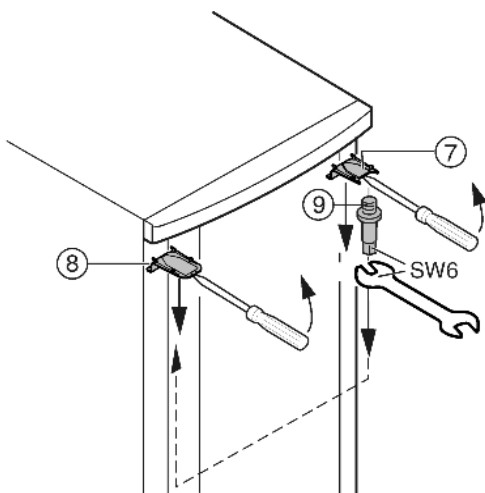

Fig. 7
- ▶ Oben Abdeckung Fig. 7 (7) und Abdeckung Fig. 7 (8) mit einem Schraubendreher vorn ausrasten und schräg nach unten entfernen.
- ▶ Lagerbolzen Fig. 7 (9) herausdrehen und auf der Gegenseite **fest (mit 4 Nm)** eindrehen.
- ▶ Abdeckung Fig. 7 (7) auf der Seite des Lagerbolzens wieder montieren: hinten einsetzen, vorn einrasten.
- ▶ Abdeckung Fig. 7 (8) auf der Gegenseite montieren: hinten einsetzen, vorn einrasten.
- ▶ Tür oben in Lagerbolzen Fig. 7 (9) einhängen.